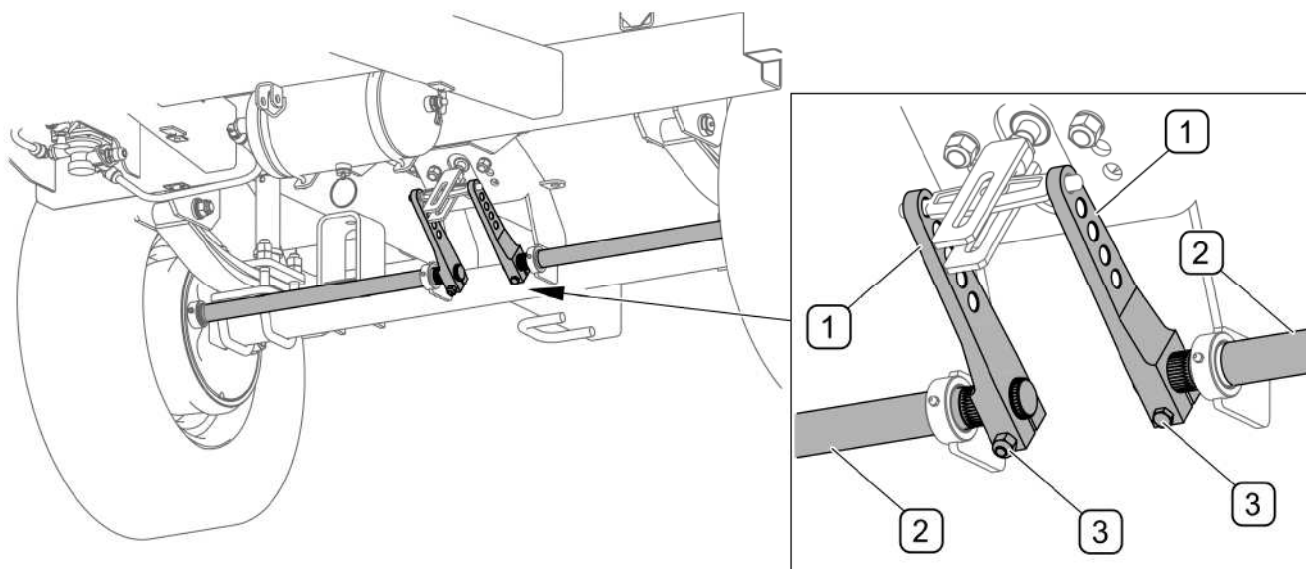

РИСУНОК 5.24 Регулирование основного тормоза
(1) плечо разжимного кулака, (2) вал разжимного кулака, (3) зажимный болт
Регулирование тормозов (РИСУНОК 5.24) состоит в изменении положения плеча разжимного кулака (1) по отношению к валу разжимного кулака (2). С этой целью необходимо слегка отвинтить гайку болта (3), а затем переставить плечо разжимного кулака (1) многопазового вала (2) в нужном направлении, т.е.: